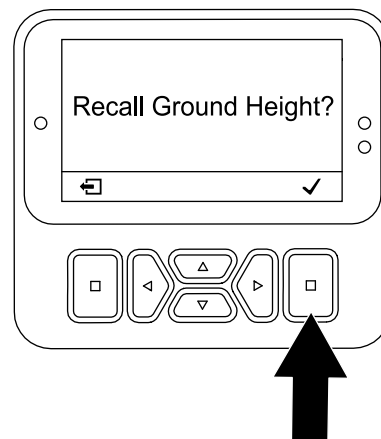

Figura 106
6. En la pantalla Recall Ground Height (Recuperar altura sobre el suelo) (Figura 106), pulse el botón Seleccionar.